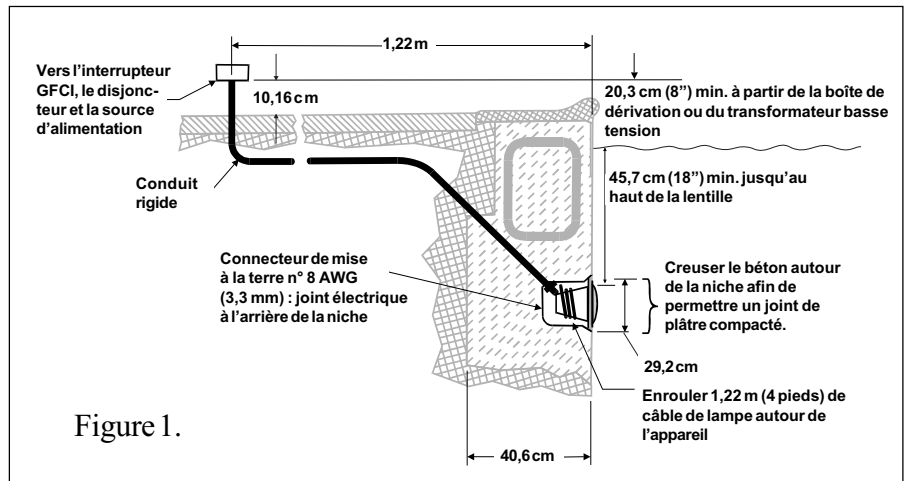

Figure 1.
A. Avant que l'appareil d'éclairage ne puisse être installé, l'électricien devra procéder aux préparatifs suivants (cf. figure 1 ci-dessous).
- b. La boîte de dérivation (ou, pour les modèles de 12 volts, le transformateur basse tension) est située à au moins 20,3 cm (8 pouces) au-dessus du niveau du sol et à au moins 1,22 m (48 pouces) du bord de la piscine (cf. figure 1 ci-dessous).
- d. La niche immergée est correctement installée de manière à ce que le bord supérieur de la lentille de la lampe soit à au moins 45,7 cm (18 pouces) au-dessous de la surface de l'eau dans la piscine (cf. figure 1 ci-dessous).
- e. La niche immergée comporte des joints électriques appropriés et est convenablement reliée à la terre au moyen du connecteur de terre n° 8 AWG (3,3 mm) situé à l'arrière de la niche (cf. figure 1).
1. Acheminer le cordon à travers le conduit jusqu'à la boîte de dérivation en laissant au moins 1,22 m (4 pieds) à enrouler autour de la lampe au niveau de l'appareil d'éclairage (cf. figure 1). Ce mètre vingt-deux permet de procéder au remplacement de la lampe une fois la piscine remplie d'eau.
1. La lampe étant posée sur sa base, placer l'ensemble joint sur son logement comme indiqué (cf. figure 4). UN NOUVEAU JOINT DE LENTILLE DOIT OBLIGATOIREMENT ÊTRE UTILISÉ CHAQUE FOIS QUE LA LAMPE EST RÉASSEMBLÉE. Centrer la bague avant en acier inoxydable et la placer par-dessus l'ensemble lentille et joint. Pendant l'installation de cet ensemble, les leviers de blocage devraient être libres en position basse. Aligner la vis de guide spéciale en acier inoxydable de la bague avant sur la lettre « R » du mot « Before » utilisé dans la mention « SUBMERGE BEFORE LIGHTING » apparaissant sur la surface de la lentille et sur le raccord de compression du logement de la lampe (cf. figure 1).